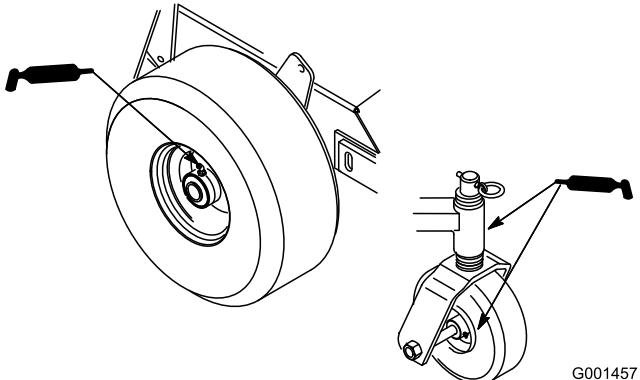

Figura 20
1. Lubrique los cojinetes de las ruedas delanteras y los ejes delanteros (Figura 20).